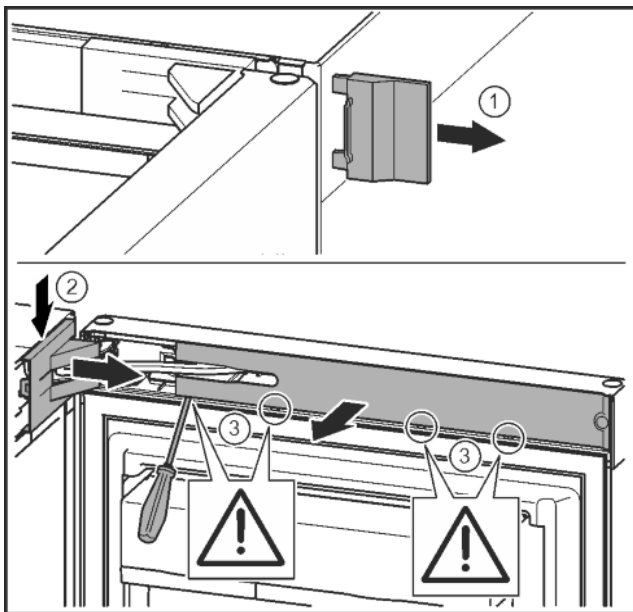

Fig. 7
- ▶ Снять внешнюю крышку. Fig. 7 (1)
- ▶ При помощи отвёртки освободить крышку опорного кронштейна и отсоединить. Снять крышку опорного кронштейна. Fig. 7 (2)
- ▶ Шлицевой отвёрткой вывести накладку из зацепления и отвести в сторону. Fig. 7 (3)